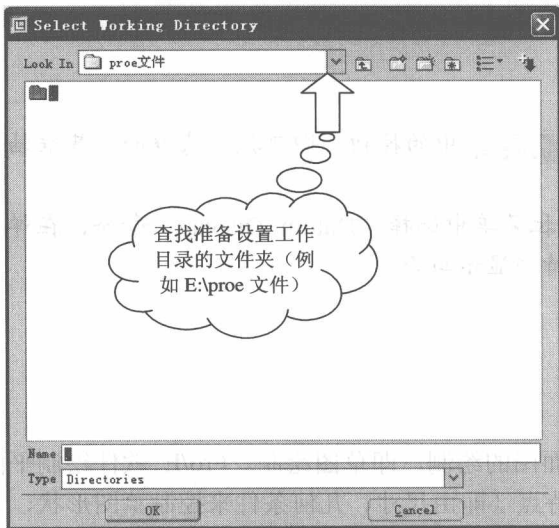

图 1.14 选择工作目录对话框
① 进入 Pro/E 软件后选择下拉菜单“File / Select Working Directory...”指令, 如图 1.14 所示, 在系统弹出的“Select Working Directory”(选择工作目录)对话框中选择准备设置工